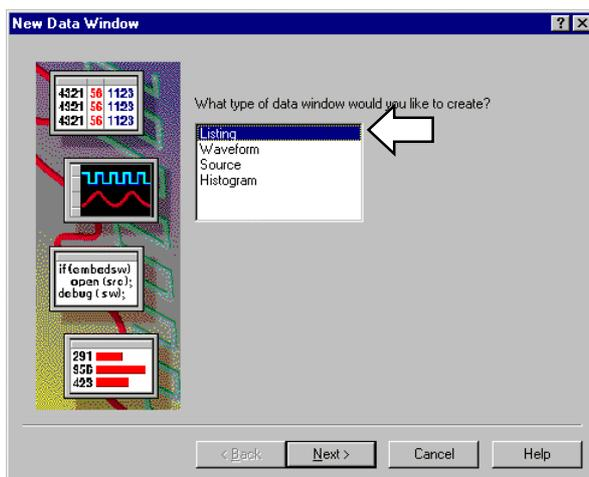

図 2-40 : [New Data Window]ウィザードの最初の画面
1. メニューバーの[Window]メニューから、あるいはツールバーの<New Data Window>ボタンをクリックし、図 2-40 のような[New Data Window]ウィザードを起動します。